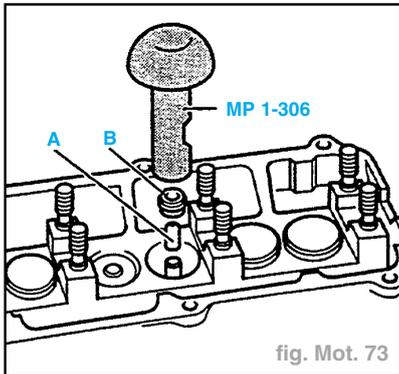

fig. Mot. 73
- Reposer les étanchements de tiges de soupapes (fig. Mot. 73) :
- placer la douille plastique (A),
- huiler l'étanchement (B) puis le placer dans l'outil,